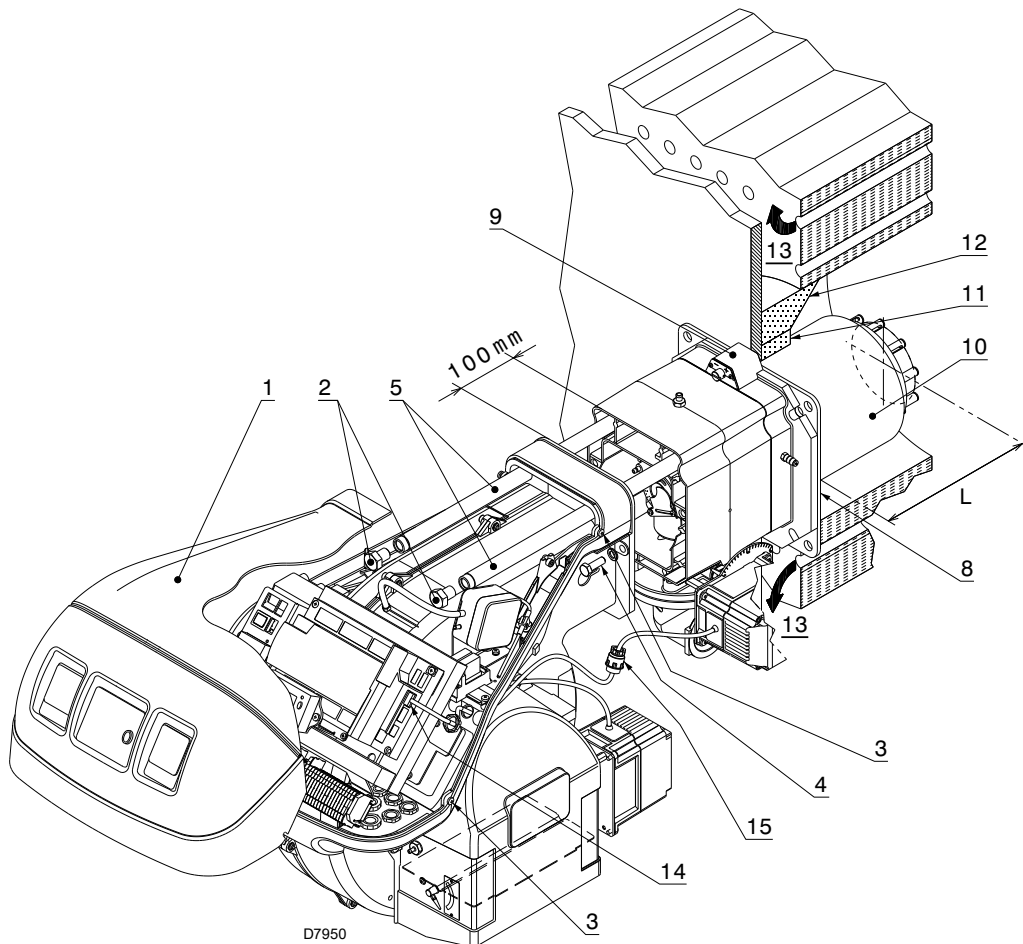

Fig. 16
Para calderas con paso de humos delantero 13)(Fig. 16 a pág. 23), realizar una protección de material refractario 11), entre el material refractario de la caldera 12) y el tubo llama 10). Esta protección debe permitir el desplazamiento del tubo de llama.
Separar el cabezal de combustión del resto del quemador, como en la Fig. 16; proceder de la siguiente manera:
- volver a montar el quemador en las guías 3) aproximadamente a 100 mm del manguito 4) - quemador en la posición ilustrada en la Fig. 16 a pág. 23;
- conectar el conector macho del servomotor 14)(Fig. 16) y enroscar el anillo pasacable 15);